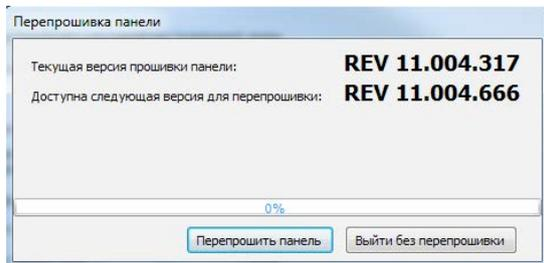

Рисунок 3. Диалоговое окно обновления ФПО
8. Дождитесь окончания процесса обновления и нажмите кнопку «Завершить перепрошивку» (см. рис. 3).